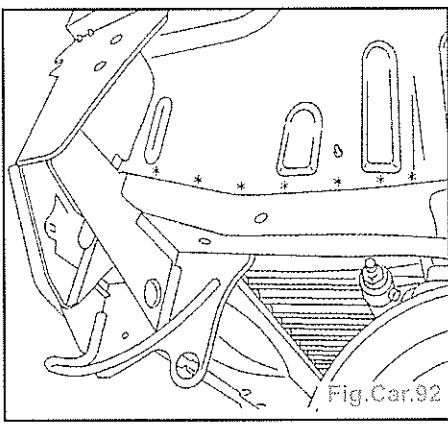

Fig.Car.92
- Dégrafer les points de soudure électrique à l'aide d'une fraise Ø 8 mm (Fig. Car.92).